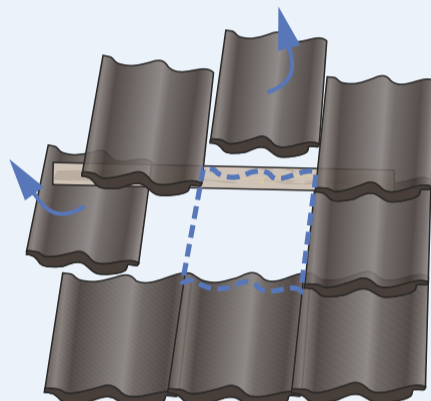

Рис.1
2. Установка проходной черепицы с трубой возможна на новую монтируемую, так на существующую кровлю. В последнем случае необходимо будет демонтировать черепицу сверху и слева, относительно места установки вентиляционного выхода (рис. 1).